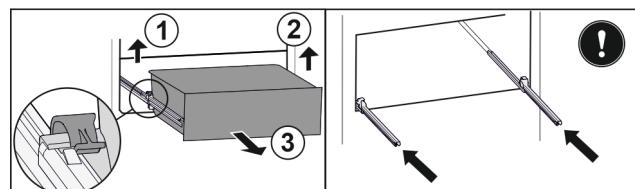

Fig. 95
- Ridicați clema din stânga și trageți concomitent sertarul din stânga spre înainte. Fig. 95 (1)
- Ridicați clema din dreapta și trageți concomitent sertarul din dreapta spre înainte. Fig. 95 (2)
- Extragăți sertarul spre înainte. Fig. 95 (3)